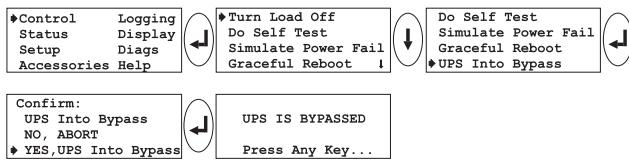

Рис. 5-24 Пуск в шунтовом режиме
- 10. Переведите систему Symmetra™ в шунтовой режим с помощью последовательности экранов, приведенной на рис. 5-24.